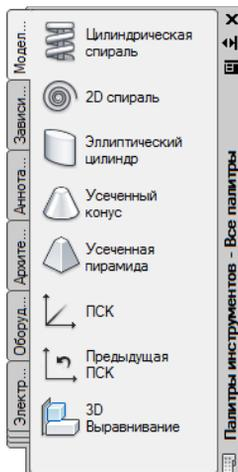

Рис. 1.18. Немодальное окно Палитры инструментов
Сохранились в данной версии AutoCAD панели инструментов. О них пойдет речь в *разд. 1.3.3*. Еще одним классом элементов пользовательского интерфейса являются немодальные окна, или *палитры* (рис. 1.18). Они будут разбираться при описании тех операций, в которых потребуются.
- ◆ **Показать связанную группу инструментальных палитр** (Show Related Tool Palette Group) — вызов связанной с лентой группы палитр в немодальном окне **Палитры инструментов** (Tool Palettes) (см. рис. 1.18);
- ◆ **Освободить** (Undock) — преобразует ленту к форме вертикальной палитры (аналогично рис. 1.18);